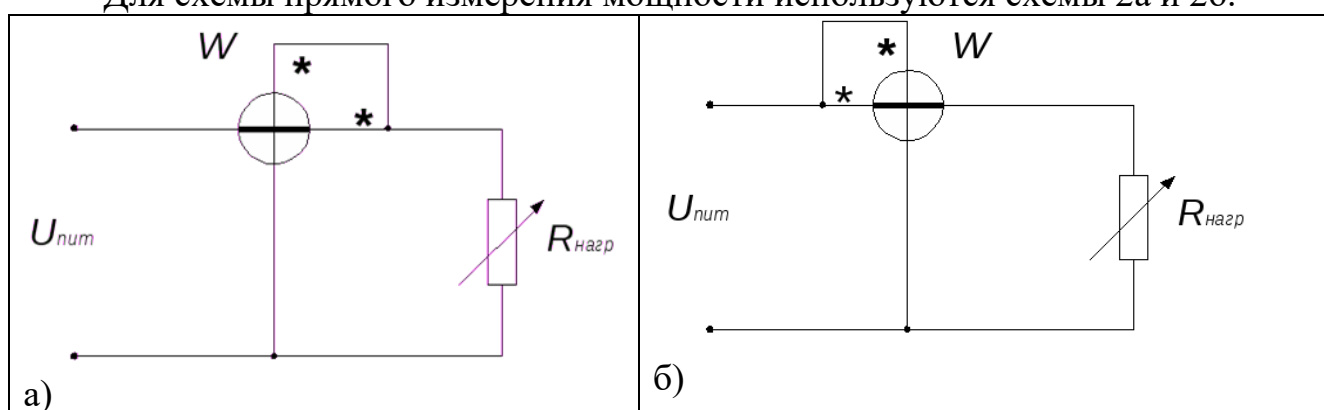
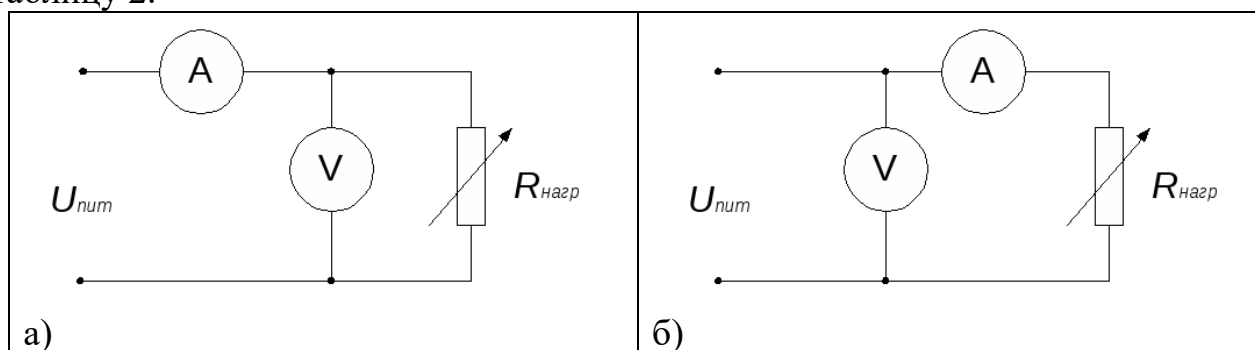

Рисунок 2. Схемы прямого измерения мощности
Рисунок 3. Схема косвенного измерения мощности
2. Соберите схему для прямого измерения мощности в цепи постоянного тока рис. 2а. Установите напряжение источника питания  $U_{пит} = 24$  В. Выполните измерение мощности для значений сопротивлений, указанных преподавателем. Для определения поправки  $\Delta P$  измеряют мощность, потребляемую обмоткой напряжения и токовой обмоткой ваттметра  $W$  –. Для этого в схеме отключите нагрузку и снимите показания ваттметра –  $P_{w\text{ потр.}}$ .
3. Соберите схему рис. 2б. Изменяя сопротивление магазина, аналогично выполните измерение мощности для значений сопротивлений нагрузки предыдущего пункта. Для определения поправки также отключают нагрузку. Однако погрешность будет обусловлена мощностью потребления лишь обмотки напряжения. Результаты также занесите в табл. 1.
5. Соберите схему для косвенного измерения мощности рис. 3а, затем рис. 3б. Снимите показания вольтметра и амперметра, устанавливая те же значения сопротивлений, что и в предыдущих пунктах. Запишите результаты в таблицу 2.
7. Аналогично произвести прямые и косвенные измерения мощности в цепи переменного тока рис. 2а и 2б, рис. 3а и 3б. Результаты эксперимента занести в таблицу 1 и таблицу 2 соответственно.